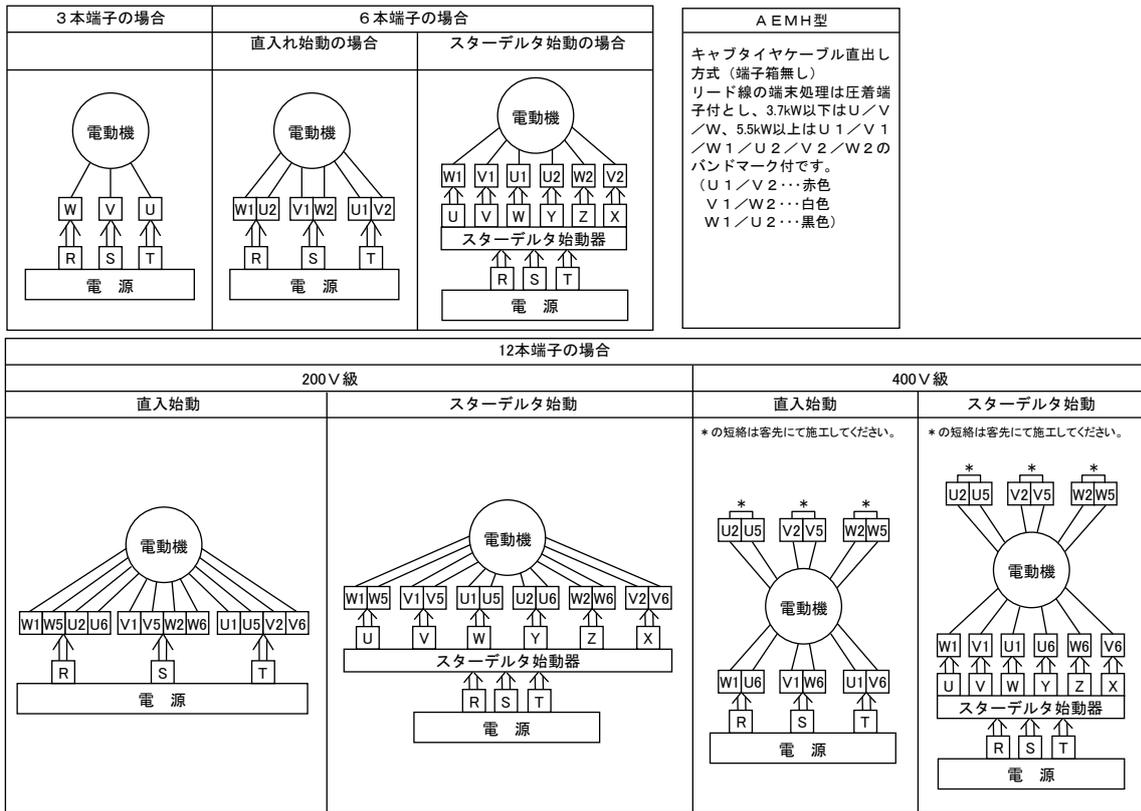

図 13 結線図（負荷側〈Vプーリ側〉から見て右回転の場合）
- (1) 配線は図13を見て行ってください。図13の電動機の回転方向は、負荷側 (Vプーリ側) から見て、右回転です。左回転の場合は図13の電源RとTを入替えてください。